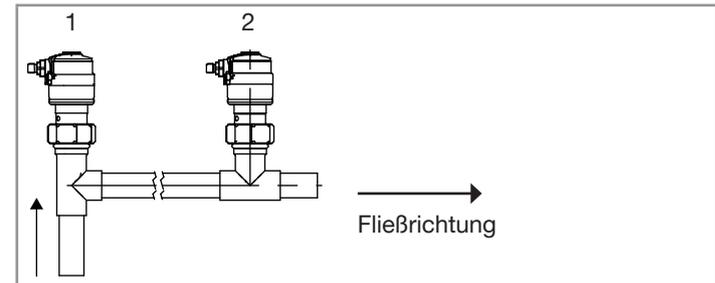

Abb. 9: Montagepositionen des Fittings / der Geräteeinheit im Rohr.
Wenn der pH-Wert oder das Redoxpotential in Flüssigkeiten gemessen wird, die Feststoffe enthalten, die Ablagerungen am Rohrboden hinterlassen können, ist Einbaulage 1 (siehe Abb. 9) zu verwenden.
- Eine geeignete Position im Rohr wählen, um das Fitting zu installieren. Abb. 9 zeigt die bevorzugte Montageposition „1“ für ein Gerät mit Leitfähigkeitssensor $C=0,1$ oder $C=0,01$.